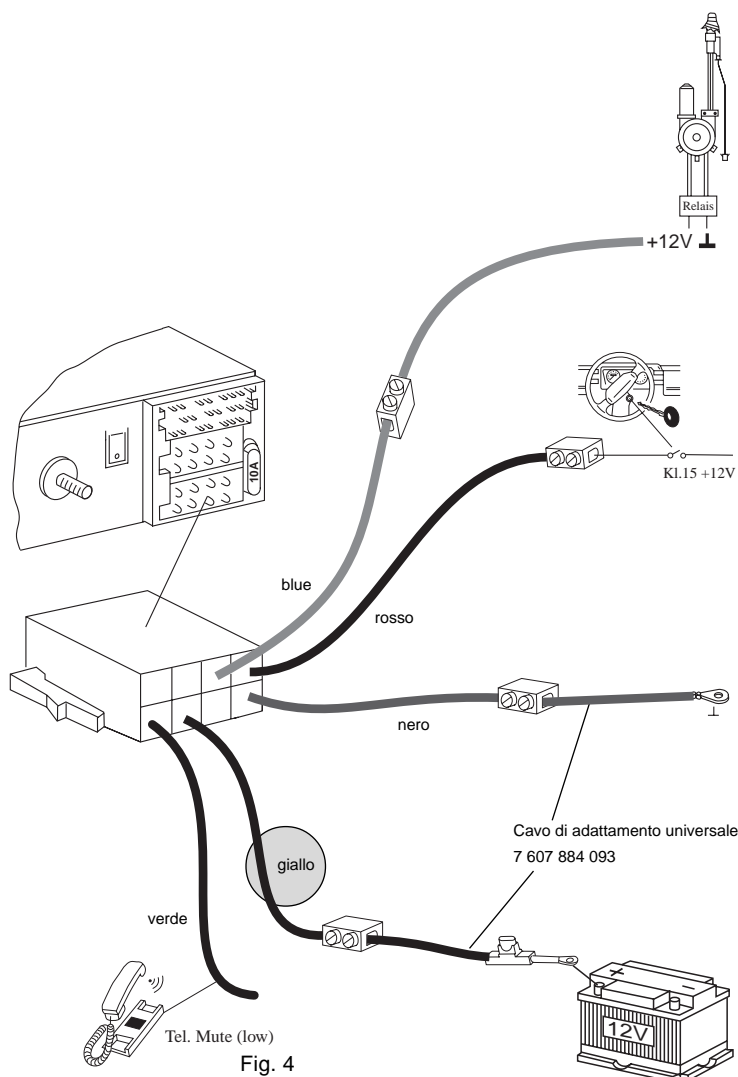

Fig. 4
- Allacciamento in autovetture senza nessuna predisposizione... Fig. 4
Bij auto's zonder voorbereidende autoradio-uitrusting, of wanneer de doorsnede van de plus/min-kabel te gering is (< 1,5 mm²), moet de ISO-plus/min-kabel worden aangesloten op de *universele voedingskabel* (te verkrijgen bij de vakhandel, best.nr. 7 607 884 093) (zie fig. 4).